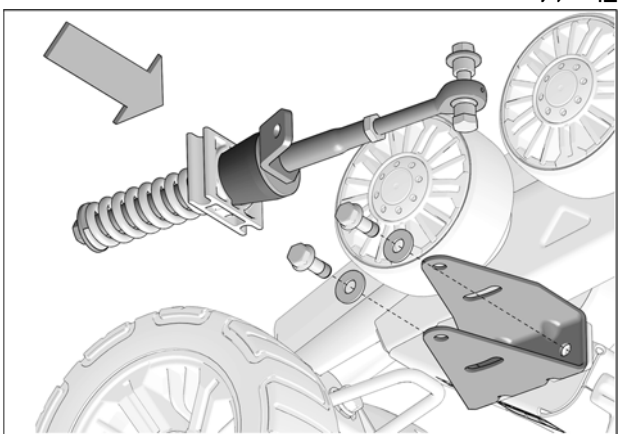

Fig. 14
6. Réinstaller les boulons de fixation et les rondelles aux ancrages anti-rotation. Serrer les boulons à un couple de 50 N•m [37 lb•pi]. Remettre les bras stabilisateurs en position. Voir la Fig. 14